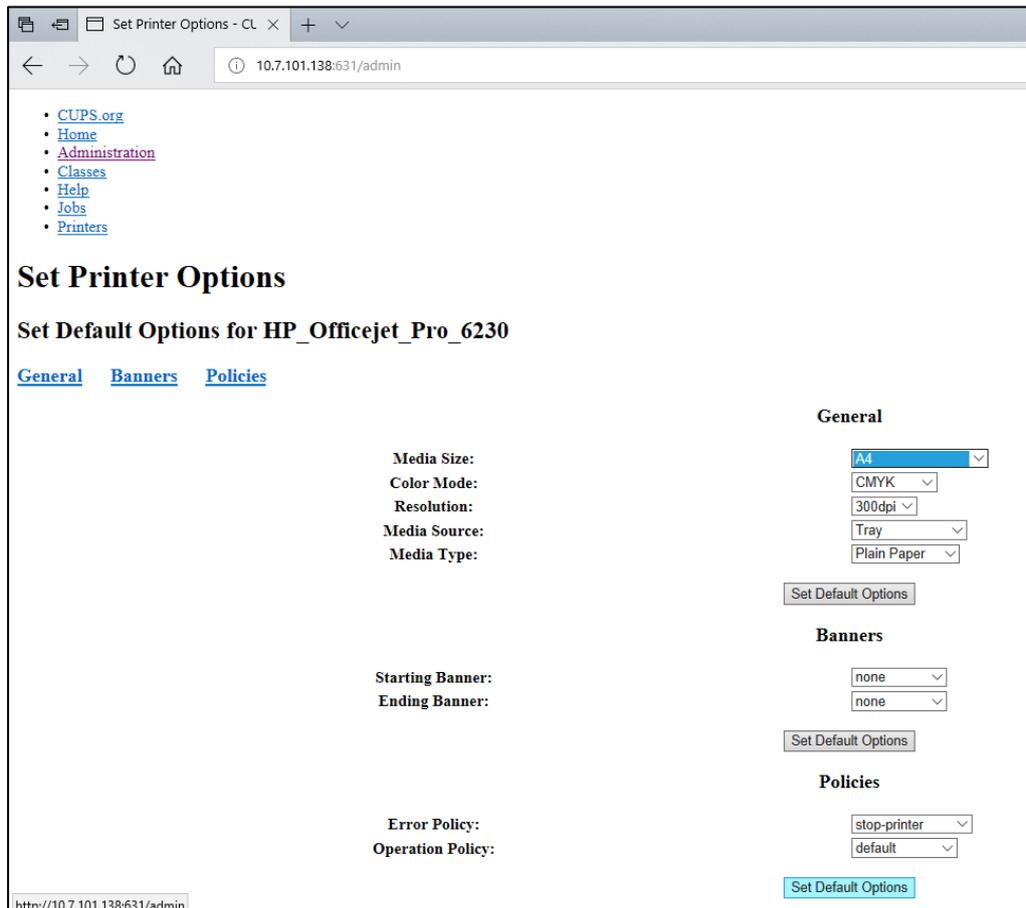

Figura 84. Seleção do Media Size (Tamanho do suporte) correto.
7. Selecione o Media Size (Tamanho do suporte) correto (como "A4"), uma vez que algumas impressoras não procedem à impressão se o formato de papel estiver incorreto. Em seguida, guarde a seleção premindo Set Default Options (Aplicar predefinições) (Figura 84).